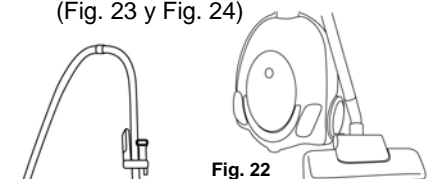

Fig. 22
1. Para almacenamiento vertical, coloque la unidad principal en posición vertical como se indica en la Fig. 22.